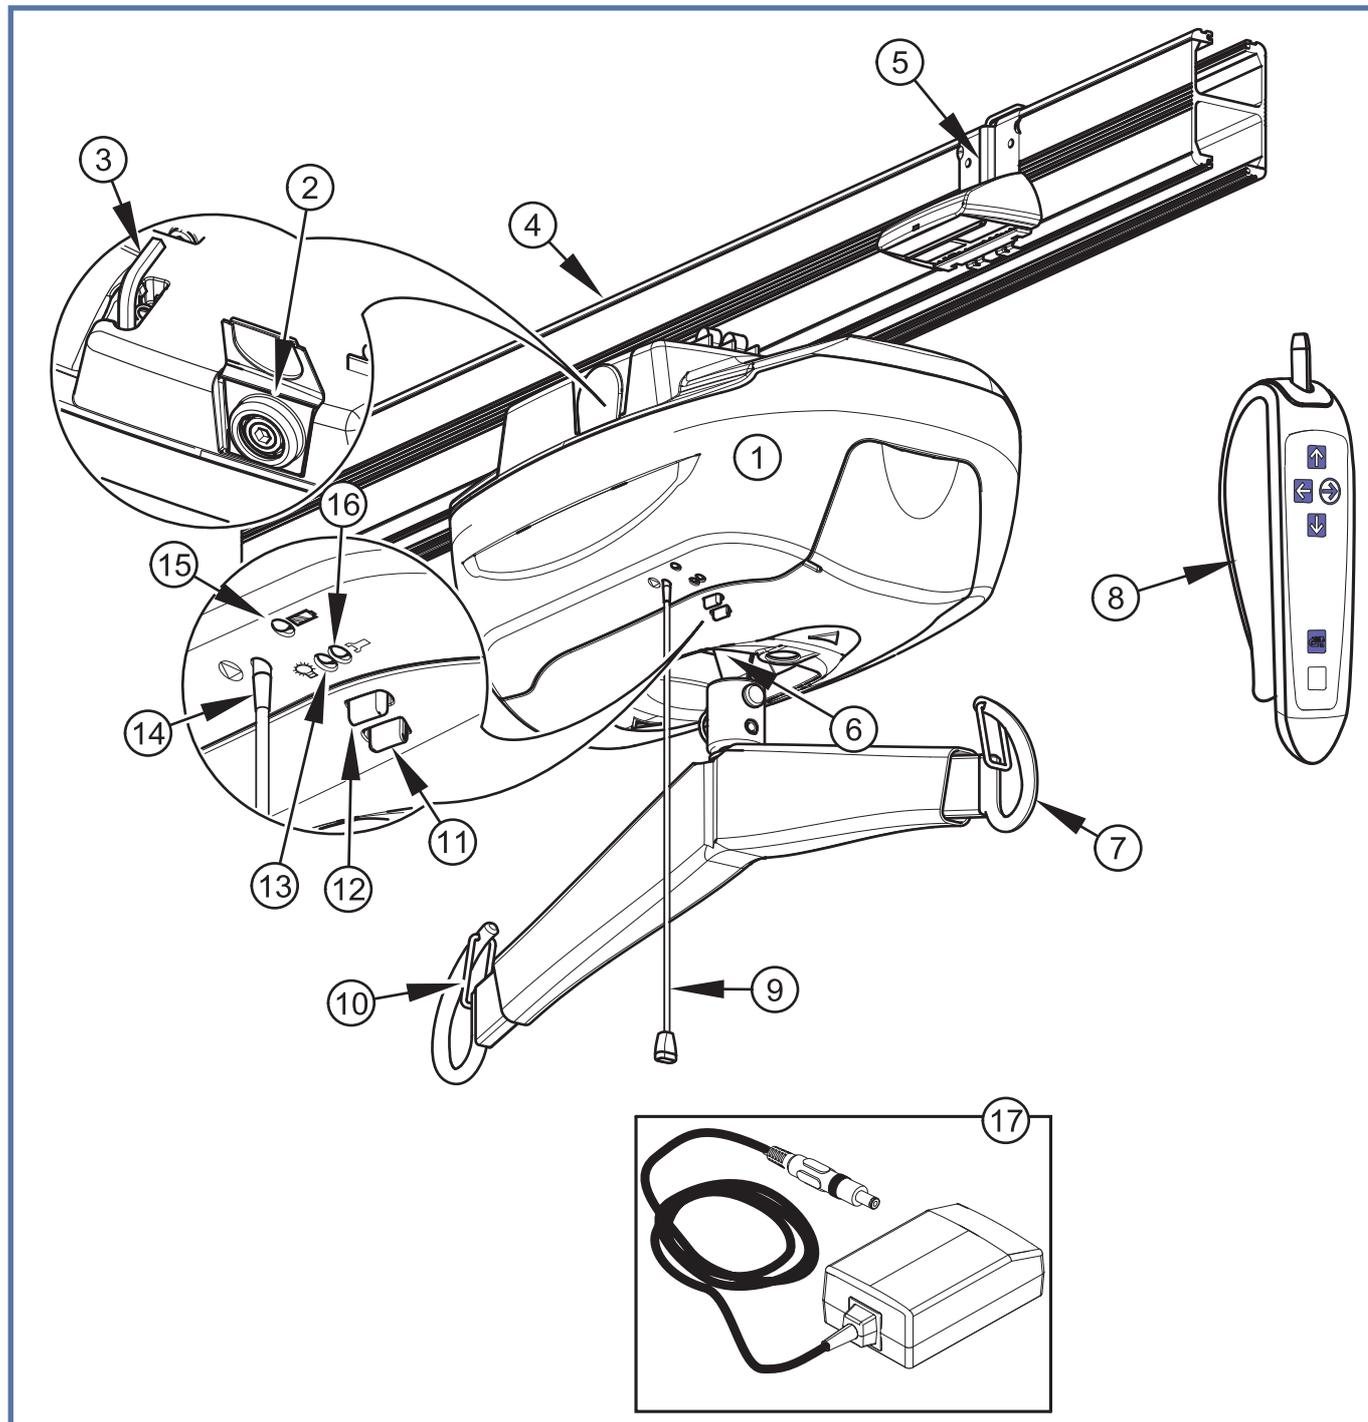

Fig. 2
*Maxi Sky 600* -enhetene er utstyrt med en vegglander som kan tilpasses stikkontakter over hele verden (se Fig. 2).